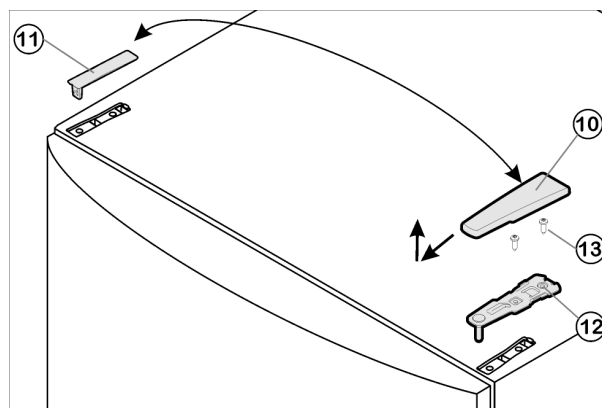

Fig. 4
- Крышку Fig. 4 (10) снимите движением вперед и вверх.
- Снимите крышку Fig. 4 (11).
- ▶ Открутите верхний опорный кронштейн *Fig. 4 (12)* (2 шт. Torx 25) *Fig. 4 (13)* и вытяните вверх.
- ▶ Установите верхний опорный кронштейн *Fig. 4 (12)* на новой стороне шарнира и защелкните в дверце.
- ▶ Прикрутите верхний опорный кронштейн *Fig. 4 (12)* (2 шт. Torx 25) *Fig. 4 (13)*. При необходимости просверлите отверстия или используйте аккумуляторную отвертку.
- ▶ Защёлкните крышку *Fig. 4 (10)* и крышку *Fig. 4 (11)* на противоположной стороне.